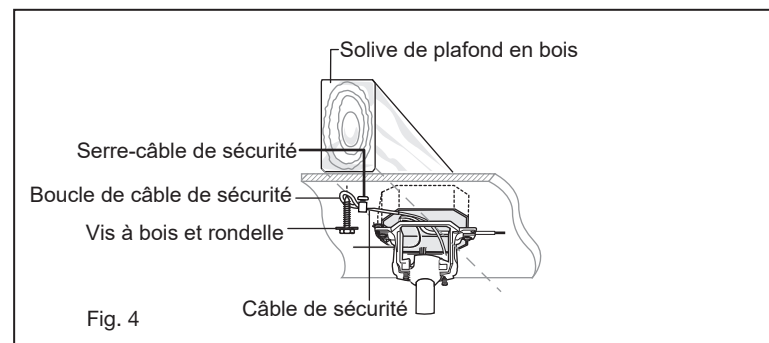

Fig. 4
NOTE : La languette opposée à l'ouverture du support de suspension doit s'insérer dans la fente de la rotule. (Fig. 4)
- 2 Connectez les fils conducteurs noirs de l'interrupteur du berceau A aux fils noirs du boîtier de l'interrupteur. Fil d'entrée sous tension vers l'un des fils de l'interrupteur du socle. Le fil d'alimentation du ventilateur est connecté au fil restant de l'interrupteur. (Fig. 4)
Un flux d'air VERS LE HAUT déplace l'air plus chaud hors de la zone du plafond, comme illustré à la Figure 4. Cela vous permet de régler votre appareil de chauffage sur un réglage plus frais sans affecter votre confort.